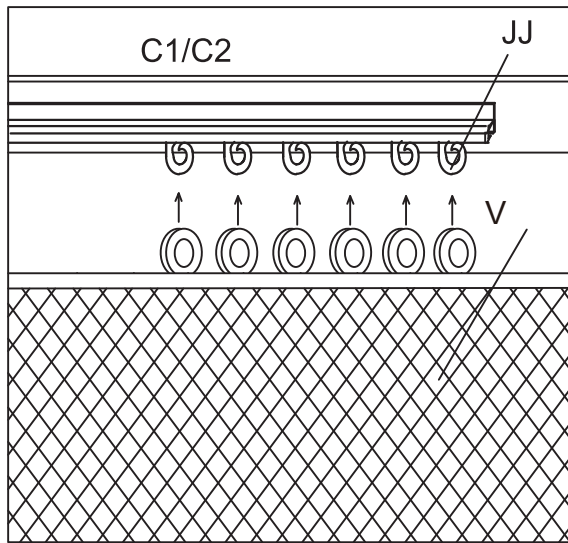

Figure 16-1
16.1. Accrocher la moustiquaire (V) aux crochets de la moustiquaire (JJ). Accrocher sur le côté intérieur du rail. Répéter pour tous les côtés. Voir figure 16.1.